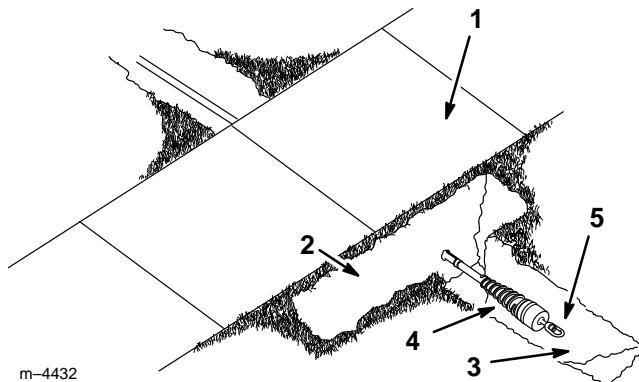

Abbildung 7
15. Mit einer Schaufel vorsichtig den Bohrmeißel so weit freilegen, daß er herausgezogen werden kann (Abb. 7).
16. Den Bohrmeißel herausziehen und den Erweiterungsbohrer anbringen (Abb. 7).
17. Das zu installierende Kabel bzw. Rohr am Drehzapfen am Ende des Erweiterungsbohrers befestigen (Abb. 7).